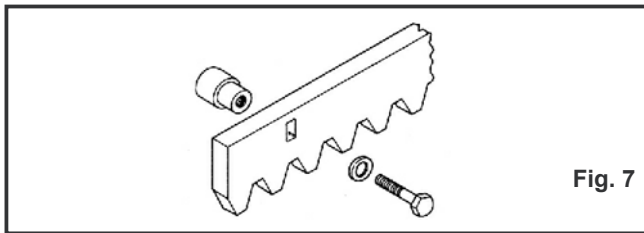

Fig. 7
3.4.1. CREMAGLIERA DI ACCIAIO A SALDARE (fig.7)